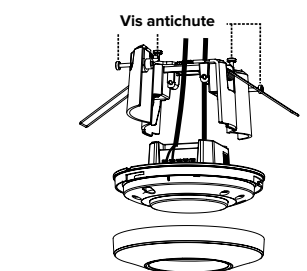

FIG. 9
3. Connectez le câblage au capteur puis vissez le boîtier avec les ressorts de serrage sur le boîtier du capteur à l'aide des 2 vis antichute (fig. 9)